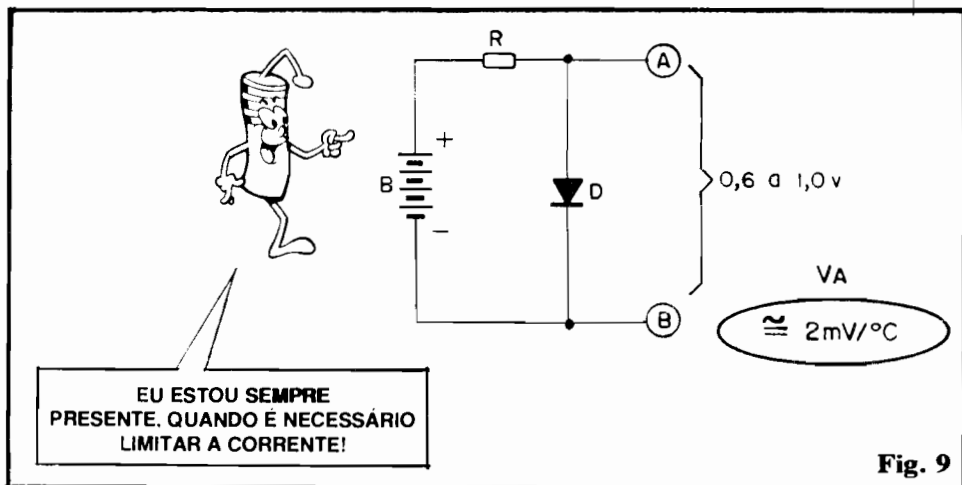

Fig. 9
- FIG. 9 - Relembrando o que foi visto na "Aula" específica sobre os Diodos (ABC nº 3): submetido a uma polarização **direta** conforme vemos na figura, entre os terminais do dito componente estabelece-se um "degrau" de Tensão, valendo (nos diodos de silício) cerca de 0,6 a 1,0V. Essa queda é intrínseca, tanto que, mesmo sob polarização **direta**, se submetermos o diodo a um valor de Tensão **inferior** a tal parâmetro, não há circulação de Corrente! Para o presente assunto, contudo, o importante é notar que essa "diferença" de Tensão (que pode perfeitamente ser medida entre os pontos "A" e "B" - notando-se ainda a importante presença do resistor "R", sem o qual o diodo "fritaria" por excesso de Corrente...) literalmente **muda**, altera-se, em função da Temperatura sob a qual esteja o componente! A relação Tensão/Temperatura é - nos diodos convencionais de silício - de aproximadamente **2mV/°C** (dois milivolts por grau centígrado), e guarda suficiente linearidade para inúmeras aplicações práticas (medição, controle, estabilização de temperatura, etc.). Trazendo o exemplo para as "matemáticas", supondo que a "barreira" natural de um diodo situa-se em exatos 0,7V, numa determinada temperatura, se esta temperatura alterar-se em 1°C (um grau), a queda de tensão através do dito diodo muda para 0,702V (os dois "milivoltinhos entrando lá"... ) e assim por diante... Assim, se aplicarmos aos pontos "A" e "B" do diagrama "exemplo", um sensível medidor ou comparador de Tensão (na forma do conveniente bloco circuital), podemos efetivamente "aproveitar" essa